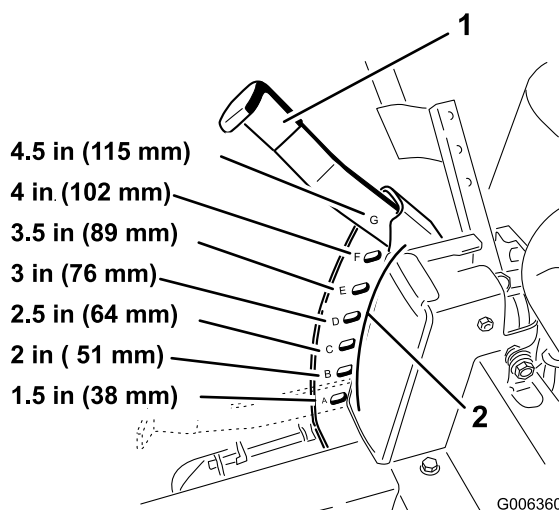

Figure 17
3. Relevez le levier de sélection de hauteur de coupe en position de transport, à la position de réglage **G** (qui correspond aussi à la hauteur de coupe de 115 mm) (Figure 17).